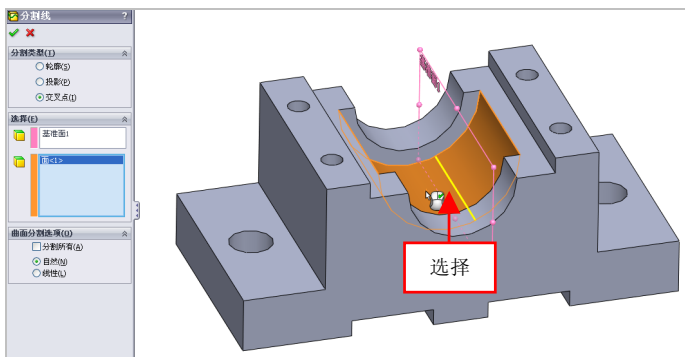

图 7-4 选择合适的曲面
(4) 在绘图区中，选择合适的曲面对象，如图 7-4 所示。